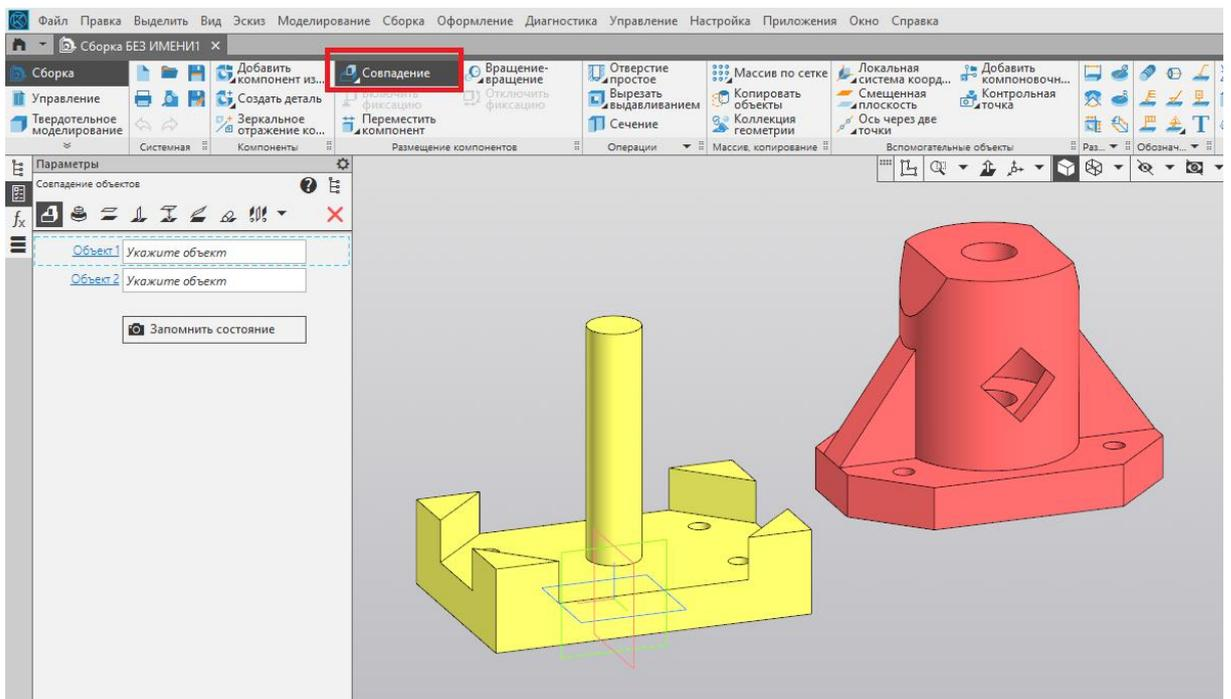

Рис. 54
6. Далее накладываем ограничение «Совпадение» (рис. 54).